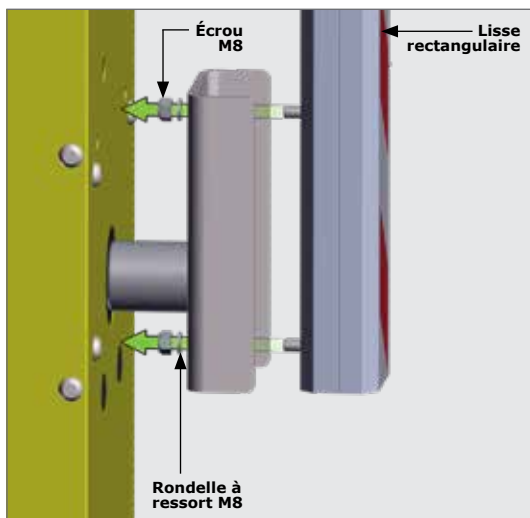

FIGURE 21
28. Fixez la lisse rectangulaire au coupleur comme indiqué sur la Figure 21.